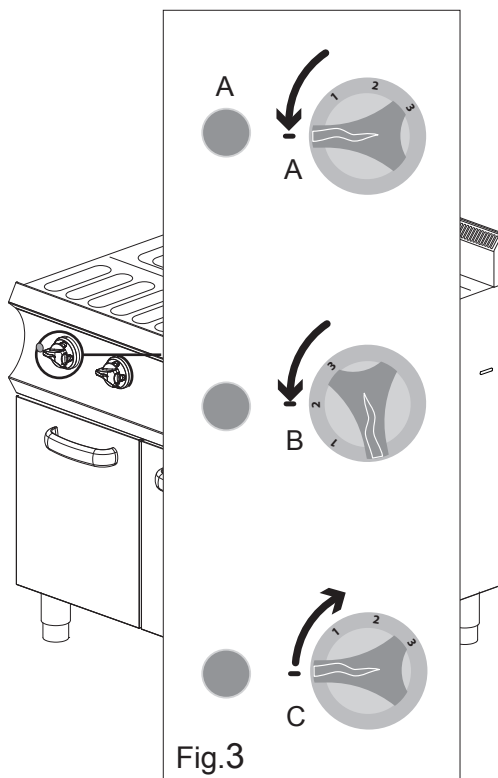

Fig.3
1. Girar o manípulo de acendimento para a posição "1-2-3" de acordo com as exigências e a iluminação do indicador verde sinaliza a fase de funcionamento (Fig. 3-A/B).